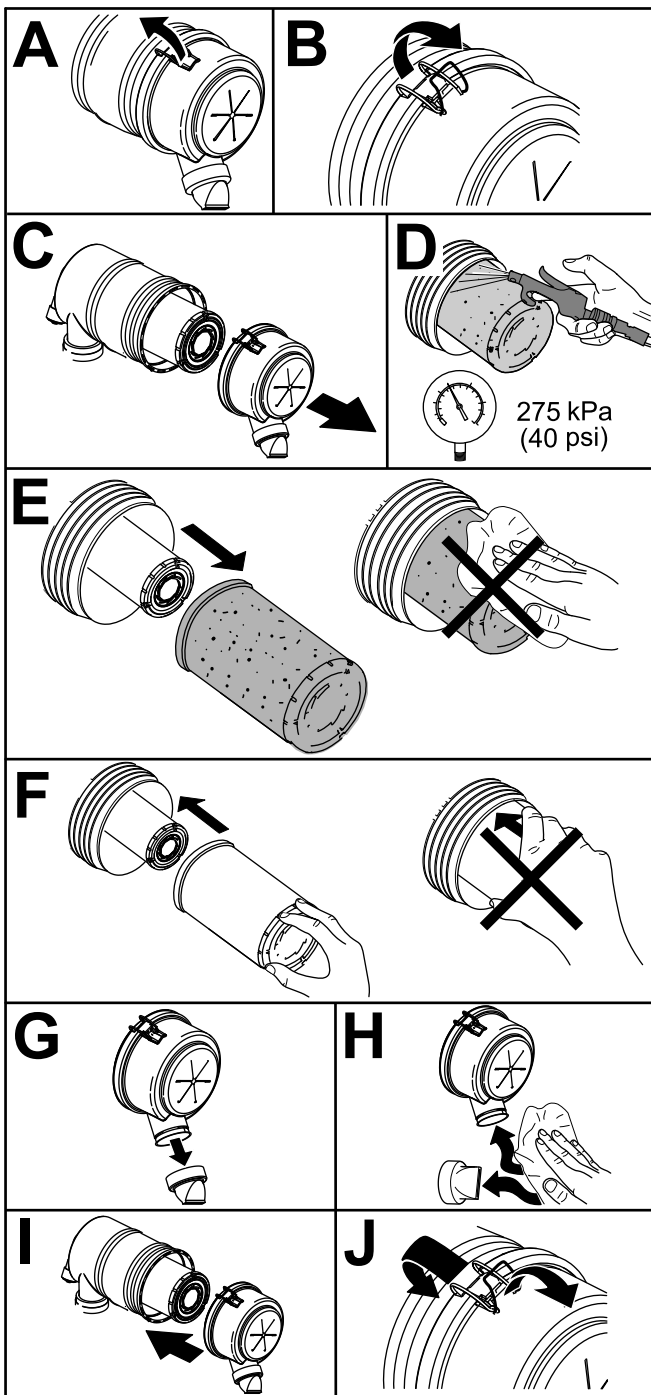

Figura 56
1. Substitua o elemento do filtro do ar (Figura 56).